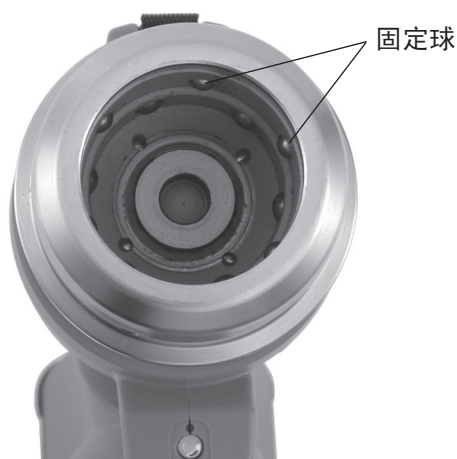

图4-QCS耦合装置内部
- 确认QCS耦合装置中的开口处的十二（12）个固定球没有缺失且无损坏。图4显示了完好且清洁的QCS耦合装置内部。